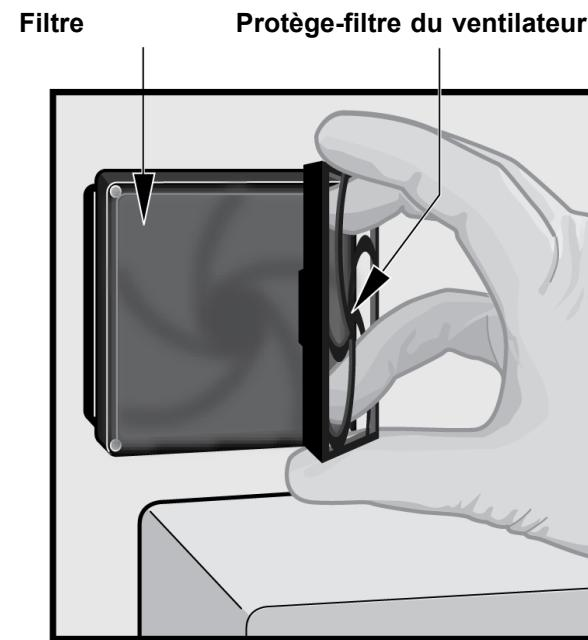

Figure 9-22. Retrait du protège-filtre du ventilateur et du filtre
4. Retirez délicatement le filtre et le protège-filtre du boîtier en déclipsant le protège-filtre du ventilateur. Voir la Figure 9-22 et placez-le de côté pour le restant de la procédure de retrait et de nettoyage des filtres.